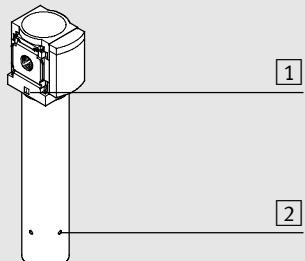

Рис. 1
• Соблюдайте направление потока от 1 к 2. В качестве ориентира служат цифры [1] на корпусе изделия (см. рис.1). Установка обратного направления потока воздуха выводит мембранный осушитель воздуха из строя.